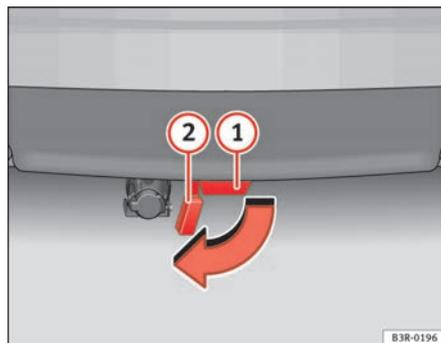

Fig. 149 Pare-chocs arrière : ouverture du bouchon obturateur
- Ouvrez le bouchon obturateur (2) ⇒ fig. 149 du tube de fixation (1) situé sous le pare-chocs jusqu'en butée. Le bouchon obturateur s'enclenche automatiquement en position de butée.